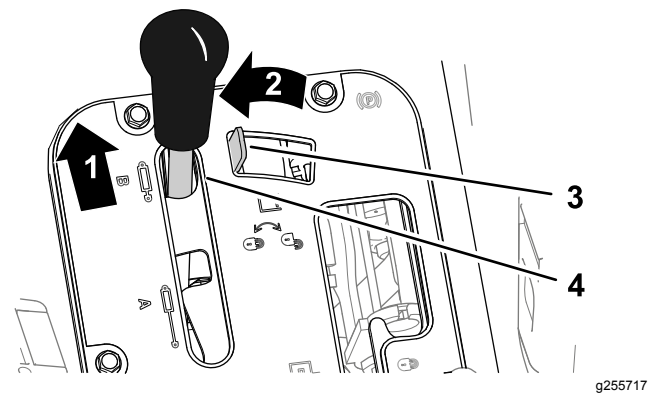
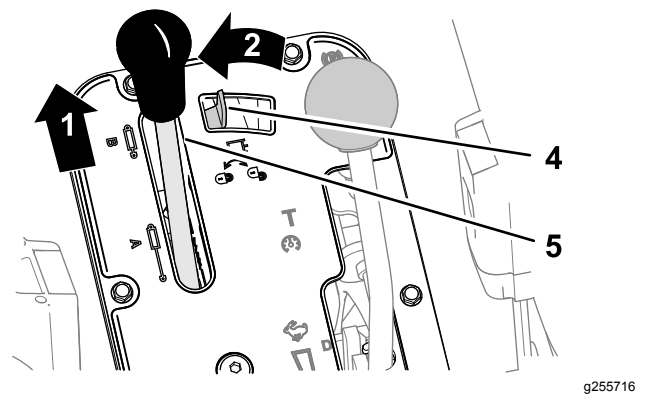

Figura 70
Figura 71
- Empuje hacia delante la palanca de elevación hidráulica (Figura 70 o Figura 71).
- Mueva el bloqueo de elevación hidráulica hacia la izquierda para accionar el bloqueo (Figura 70 o Figura 71).